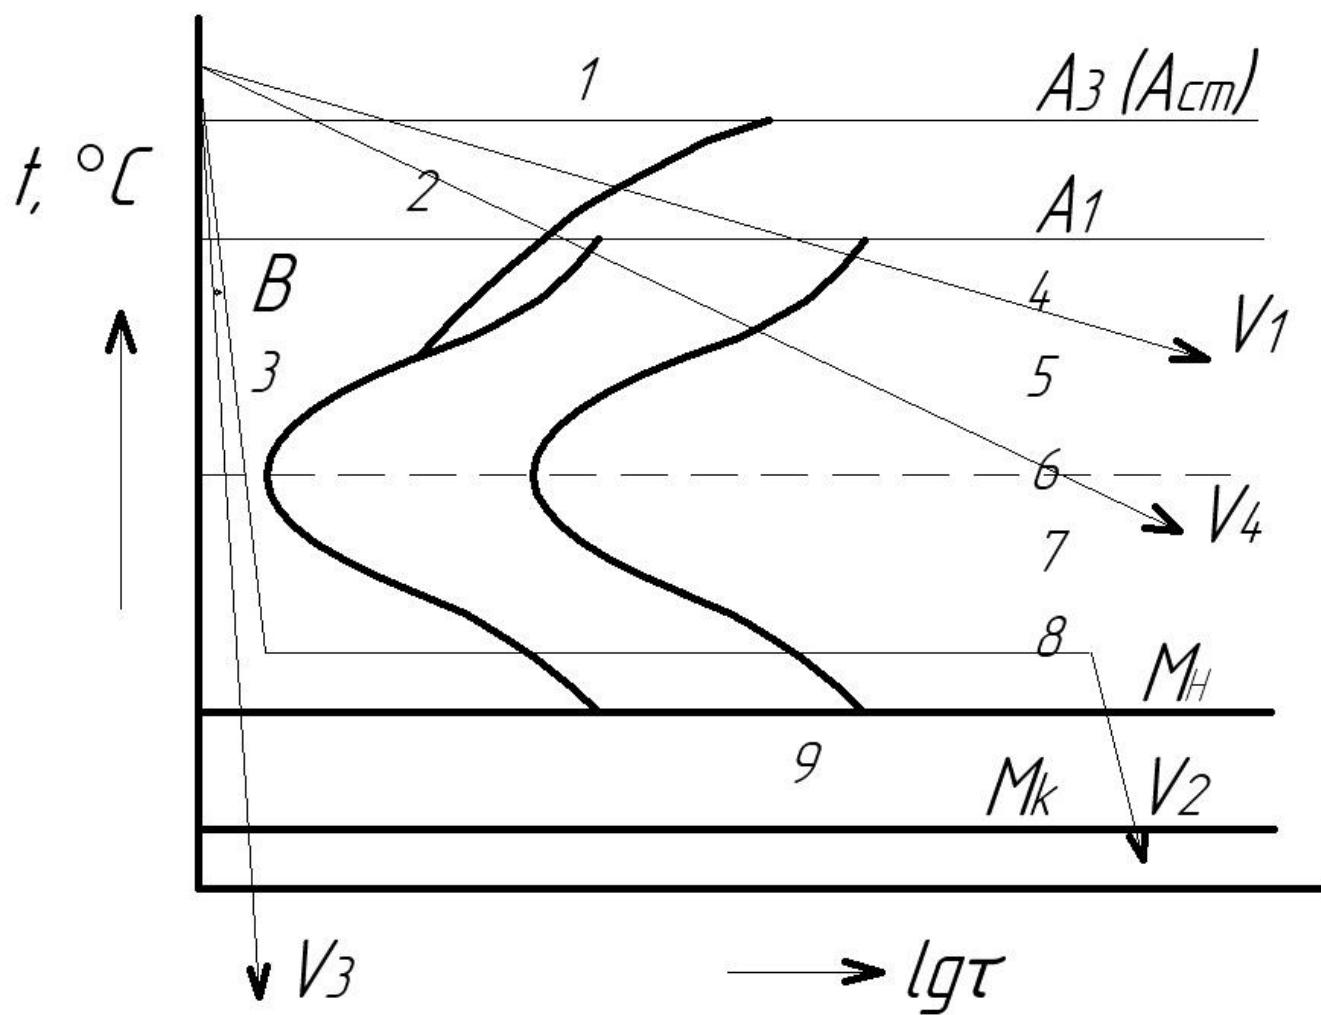

Рисунок 2
11. Какие структурные составляющие будут в стали 80 после полного охлаждения из аустенитной области (рис.2) со скоростями V1 _____ ?